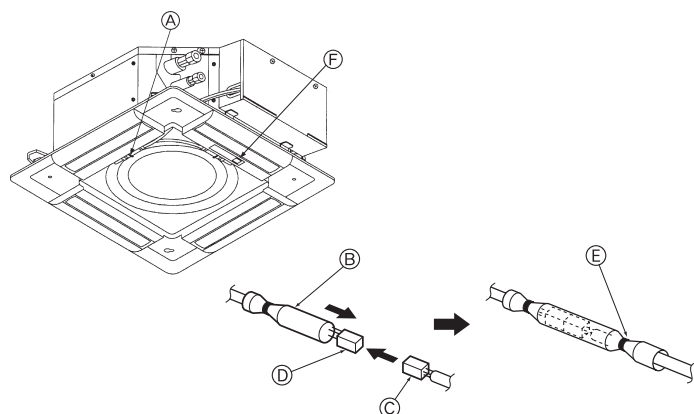

Fig. 5-8
5.3.4. Ligação do fio (Fig. 5-8)